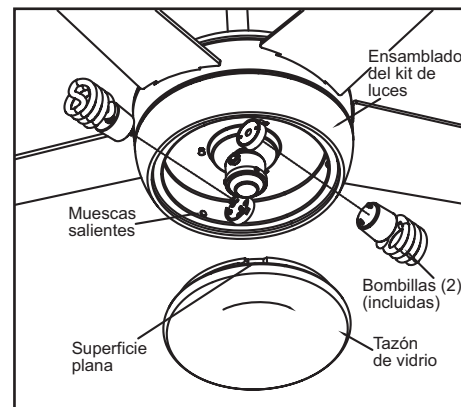

Figura 17
5. Coloca la pantalla de vidrio en el ensamblado del kit de luces, alineando las tres áreas planas en el reborde superior de la pantalla de vidrio con las tres muescas salientes del ensamblado del kit de luces. Gira la pantalla de vidrio de izquierda a derecha hasta que se detenga (Figura 17).